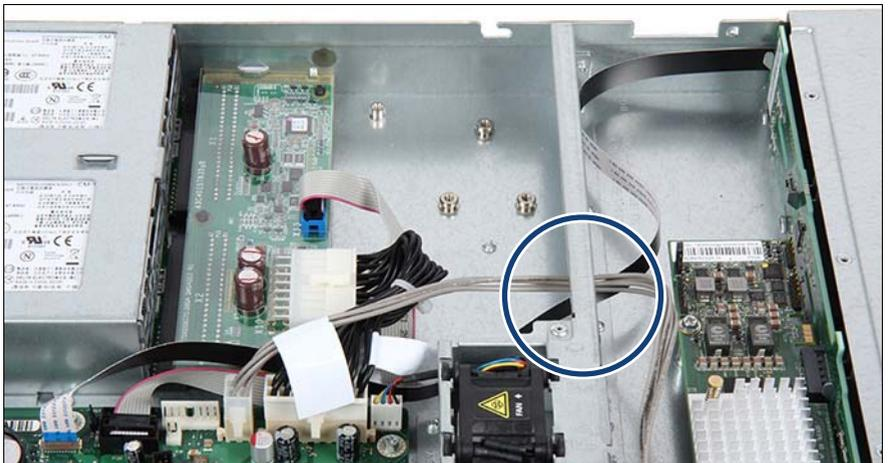

図 177: フロントパネルモジュールのケーブルの取り外し (B)
- ▶ フロントパネルケーブルを開口部に通します（図 177 を参照）。